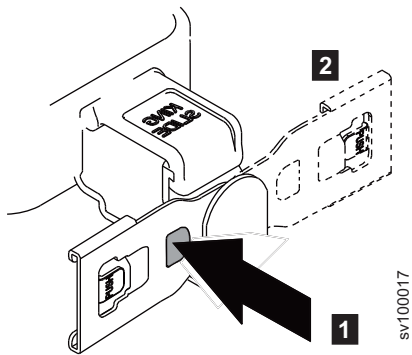

図 27. アセンブリの向きの反転
- a. 29 ページの図 27 で「PUSH」のマークが付いているボタンを押します。